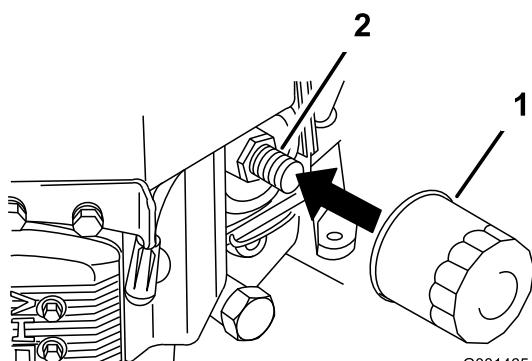

Figura 25
- Retire el filtro de aceite usado (Figura 25).
- Aplique una capa fina de aceite nuevo a la junta de goma del filtro nuevo (Figura 25).
- Instale el filtro de repuesto en el adaptador de filtro; gire el filtro en el sentido de las agujas del reloj hasta que la junta de goma entre en contacto con el adaptador del filtro, luego apriete el filtro tres cuartos de vuelta más (Figura 25).